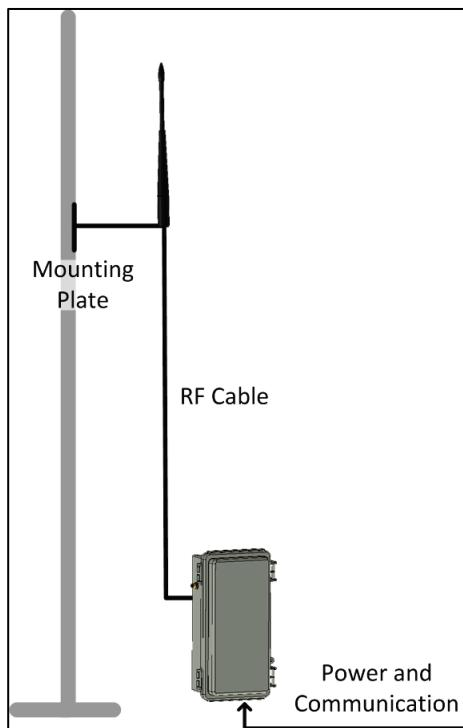

图10: 安装在一极上的RLINK天线(推荐)
- 当使用金属杆安装 RLINK ONE 时，只能将其安装在面向主办公区的一侧。在 RLINK ONE 之后的信号强度极其弱 (图 10)。
NOTE 注意：如果你使用金属杆，参考图 10.